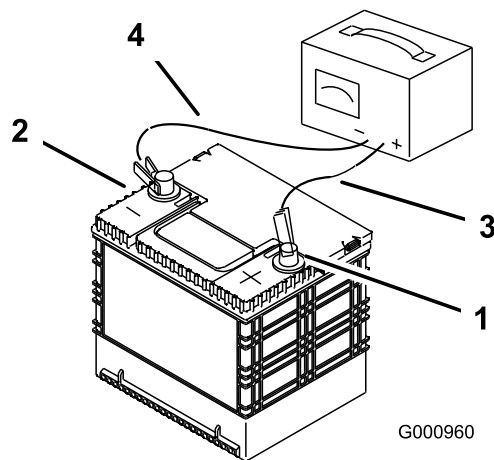

Figure 61
3. Quand la batterie est chargée au maximum, débranchez le chargeur de la prise, puis débranchez les fils du chargeur des bornes de la batterie (Figure 61).